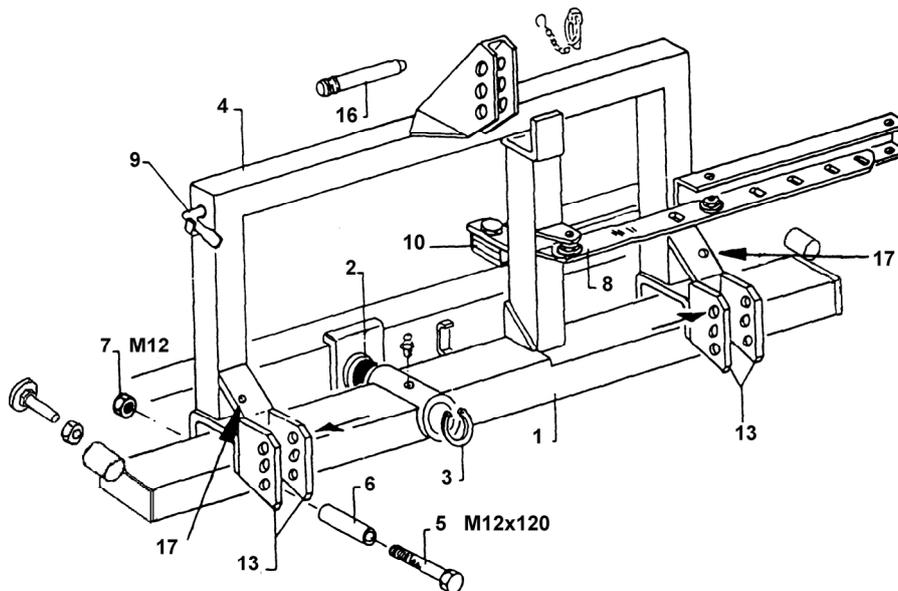

Bild 1
1. Vorbereitung des Mähwerkes (Bild 1)
Schwenktraverse (1) auf Zentralbolzen (2) aufschieben und mit Seegerring (3) sichern. Anhängbock (4) auf, Schwenktraverse (1) aufsetzen und mit Schrauben (5), Distanzrohr (6) und Sicherungsmuttern (7) befestigen. Arretierglasche (8) wie gezeigt mit Schrauben M 16 x 30 in Standardeinstellung montieren. Eine andere Einstellung der Arretierglasche (8) unbedingt am Schlepper abstimmen, um eine Kollision der Gelenkwelle mit der Anhängung zu vermeiden! Montageschlüssel (9) zum Klingenwechsel wie in Bild 1 durch die Bohrung in den Anhängbock (4) einschieben und nach hinten in den Winkel einlegen.
2. Kuppeldreieck anbringen: (Bild 1 und 2)
Kuppeldreieck (11) mit 2 Schrauben M 20x45 (12) an den Unterlenkeranschlussplatten (13) des Anhängbockes (4) lose anschrauben. Schrauben (12) in Pfeilrichtung durch obere Bohrungen führen. (Bild 1+ 2). Gewindelasche (14) mit 2 Schrauben M 16x30 (15) lose am Kuppeldreieck (11) anschrauben und mittels Oberlenkerbolzen (16) mit Anhängerbock (4) verbinden. Anschließend Schrauben festziehen. Die Gewindelasche (14) ist auch umgedreht verwendbar. Das Kuppeldreieck kann in der Höhe mehrfach verstellt werden.
Damit die Federn richtig arbeiten können, muss ihr oberer Einhängpunkt (6) mindestens 1,45 m über dem Boden so angebracht sein, dass bei abgelassenem Mähwerk die Feder 30-40° nach hinten geneigt ist. Eine Verlängerung des Federankers nach oben kann erforderlich sein, wenn es nicht ausreicht, ihn schräg nach vorne stehen zu lassen. Als unterer Feder-Einhängpunkt ist nach Bild 1 die linke oder rechte Bohrung (17) zu wählen. Hier die Kette mit Schraube M 12x40 befestigen.